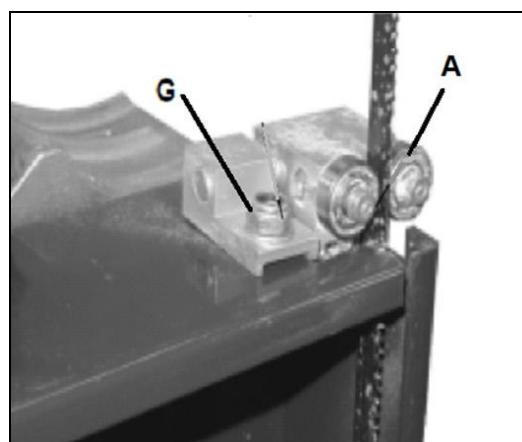

Fig 27
Die Sechskantmutter (G, Fig 27) lösen und die gesamte Führung in der Tiefe so einstellen, dass der Abstand vom Zahnggrund zu den seitlichen Führungsrollen (A) ca. 2 mm beträgt.